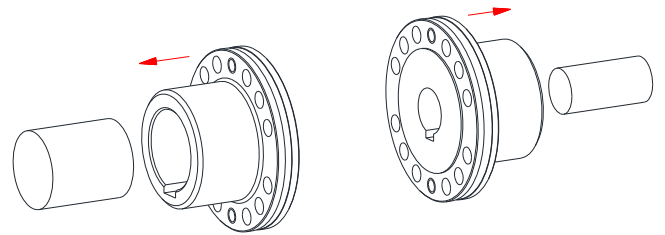

Fig. 8 : Montage des brides d'accouplement
- Monter les brides d'accouplement sur les arbres moteurs et récepteurs (voir fig. 8).